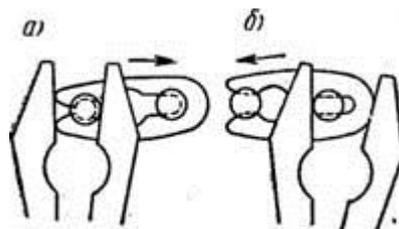
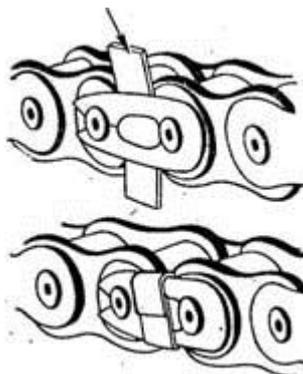

Рис. 49. Снятие и установка защелки замкового звена цепи с помощью плоскогубцев:
Рис. 50. Установка предохранительной полоски из жести на защелку замкового звена цепи и
6. Снять при помощи плоскогубцев защелку замка цепи (рис. 49,а). Затем, продвинув цепь немного вперед, вынуть соединительное звено.
9. Сведя концы новой цепи на звездочке заднего колеса, вставить новое соединительное звено и закрепить его защелкой (рис. 49,6). Разрезная часть защелки должна быть обращена назад (если смотреть по ходу цепи). Замковое звено цепи снабжено достаточно тугой защелкой и все же не будет излишней установка на нем предохранителя (рис. 50), который исключит возможность соскакивания защелки и разъединения цепи при любых обстоятельствах.
7. Соединить цепь, вставив замок, установить защелку замка обязательно прорезью назад по ходу цепи и обжать ее предохранительной полоской, вырезанной из жести (рис. 50).